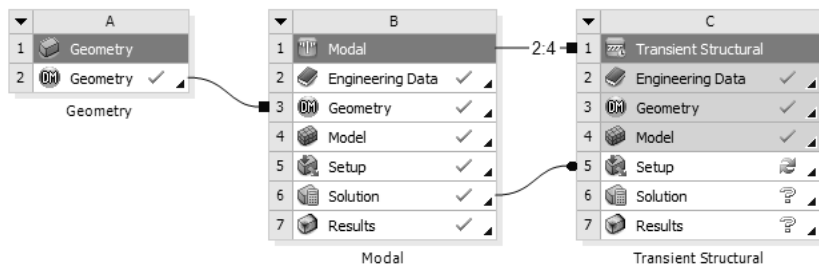

图 9-32 数据共享
Step2: 如图 9-32 所示, 项目 B 与项目 C 直接实现了数据共享, 此时在项目 C 中的 C5 (Setup) 后会出现 标识。